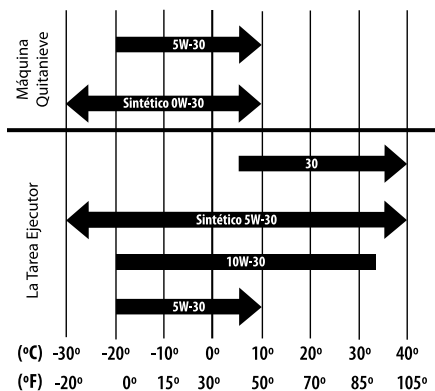

Figura 3-1
Antes de poner en marcha el motor, cárguelo con aceite para motor, la capacidad es de 1100 ml/37.2 oz. Consulte el cuadro de viscosidad de la Figura 3-1 para las recomendaciones relacionadas con el aceite. No llene excesivamente. Use un 4 tiempos, o un detergente marca equivalente, el aceite de la prima de motor de calidad certificada para cumplir o exceder los requisitos del fabricante EE.UU. automóvil para la clasificación de servicios de un nivel mínimo de SJ (grados más altos de la carta son aceptables como SL y grados SM).
- Mantenga el nivel de aceite entre las marcas "F (lleno)" y "L (agregar)" de la varilla de medición del nivel. Vea la Figura 3-1.